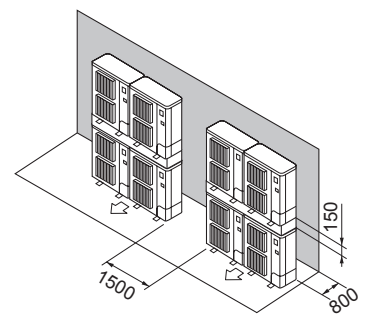

Fig. 2-15
- ⑦ Розміщення блоків на кількох паралелях (Fig. 2-15)